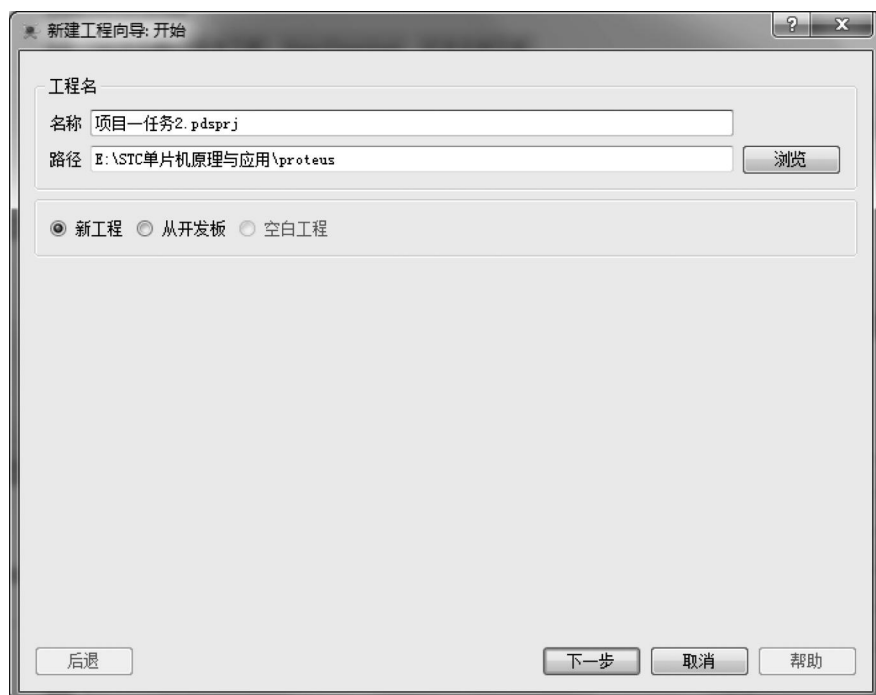

图 1-2-3 新建项目向导：开始
在启动界面，单击“新建工程”按钮，弹出“新建工程向导：开始”窗口，在“名称”栏中输入新建的工程名，在“路径”栏中输入新建工程存放的路径，或单击右侧“浏览”按钮，从“浏览”对话框中选择，选择“新工程”选项，如图 1-2-3 所示。
(2) 在图 1-2-3 中，单击“下一步”按钮，弹出“新建工程向导：Schematic Design”(原